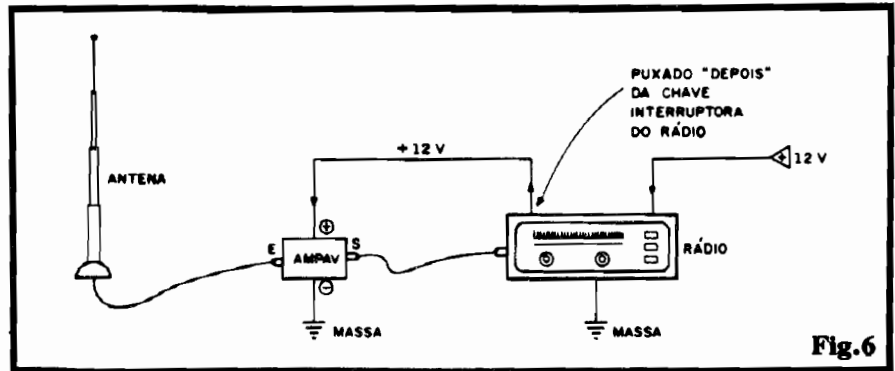

Fig.6
- FIG. 6 - VISÃO GERAL DA INSTALAÇÃO - Embora já deva ter ficado mais do que claro o assunto, o diagrama "dá uma geral" na instalação do conjunto formado por antena/AMP/AV/rádio, mais a respectiva cabagem de inter-conexão... Notem que (conforme já havíamos citado...) fica mais "elegante" puxar a alimentação positivada AMP/AV diretamente da própria chave "liga-desliga" (normalmente incorporada ao potenciômetro de VOLUME, mas não forçosamente...) do rádio, de modo que, ao ser este ligado, também o é o AMP/AV... Quem não quiser abrir o rádio pa-
Nenhum tipo de ajuste será necessário: é ligar a energia do conjunto, e... experimentar... Para comprovar a ação do AMP/AV, inicialmente o sistema de antena/cabo/rádio poderá ser recomposto (pela simples re-colocação do plugue/jaque originais nos seus lugares...), buscando-se a sintonia de uma estação de FM bem fraca e "difícil"... Em seguida (sem mexer nos controles de sintonia do rádio), o sistema com o AMP/AV intercalado deve ser estabelecido (conforme fig. 6) para se verificar o ganho real de sinal obtido (em muitos raros casos não serão verificadas sensíveis melhoras...).
O AMP/AV permite, também, "fugir" dos "marditos" arrancadores e entortadores de antena...! Basta instalar uma pequena antena interna, junto a um dos vidros do veículo (a dita antena interna não pode ficar "bloqueada" pela estrutura metálica do carro, caso contrário o sinal simplesmente "não entrará"... e fazer o sistema conforme fig. 6... Nesse caso, muito provavelmente não haverá grandes "reforços" nos sinais fracos... No entanto, o rádio conseguirá "pegar" bem as estações costumeiras, mesmo sem usar aquela varetona telescópica "lá fora", à disposição dos vândalos de plantão...